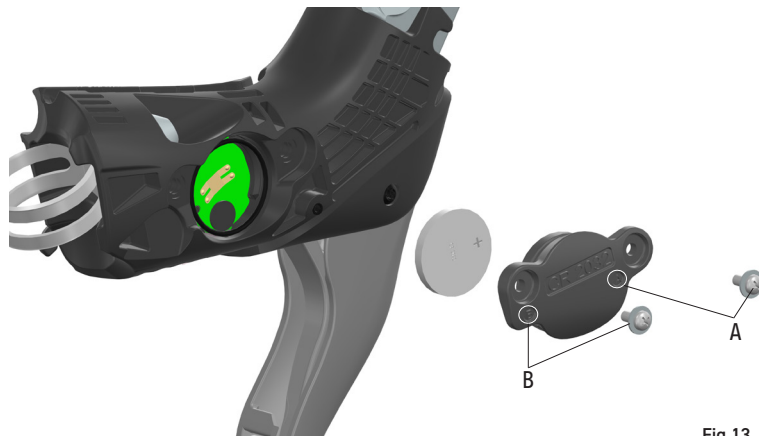

Fig.13
- Utilizzate un cacciavite a croce per svitare e rimuovere la vite e la rondella nella posizione A (Fig. 13), e poi procedete a fare lo stesso per la vite e la rondella nella posizione B (Fig. 13).
- Per rimuovere il coperchio della batteria, utilizzate la sporgenza presente sul coperchio vicino alla vite B (Fig. 13).
- Rimuovete la batteria e inserite una batteria CR2032, assicurandovi che il lato con il simbolo "+" sia rivolto verso il coperchio (Fig.13).
- Rimettete il coperchio e avvitate le due viti utilizzando un cacciavite a croce (Fig.13).